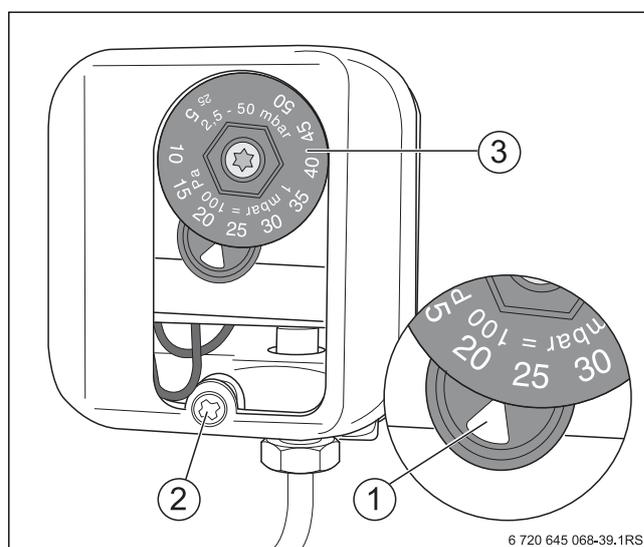

Рис. 51 Реле контроля давления газа
- ▶ Установите значение на регулировочном диске (→ Рис. 51, [3]) напротив метки (→ Рис. 51, [1]).